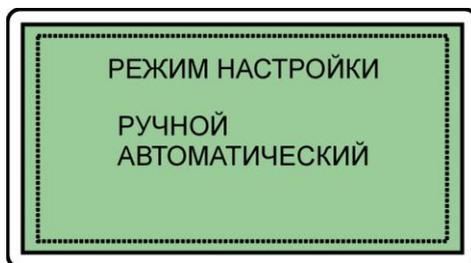

Рис. 6.3 Выбор режима настройки дефектоскопа
**6.1.3.1** Для выбора ручного или автоматического режима настройки (рис. 6.3) кнопками "↑", "↓" установить курсор на соответствующую строку и нажать кнопку "↵" ВВОД.